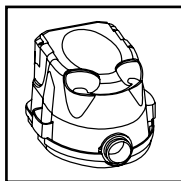

FIGURE 6
9. Le cordon électrique de l'aspirateur étant débranché de la prise de courant et le couvercle de la cuve étant déposé, tourner la cuve à l'envers de façon que son fond soit orienté vers le haut et l'orifice d'orientation soit orienté vers soi. **FIGURE 6.**